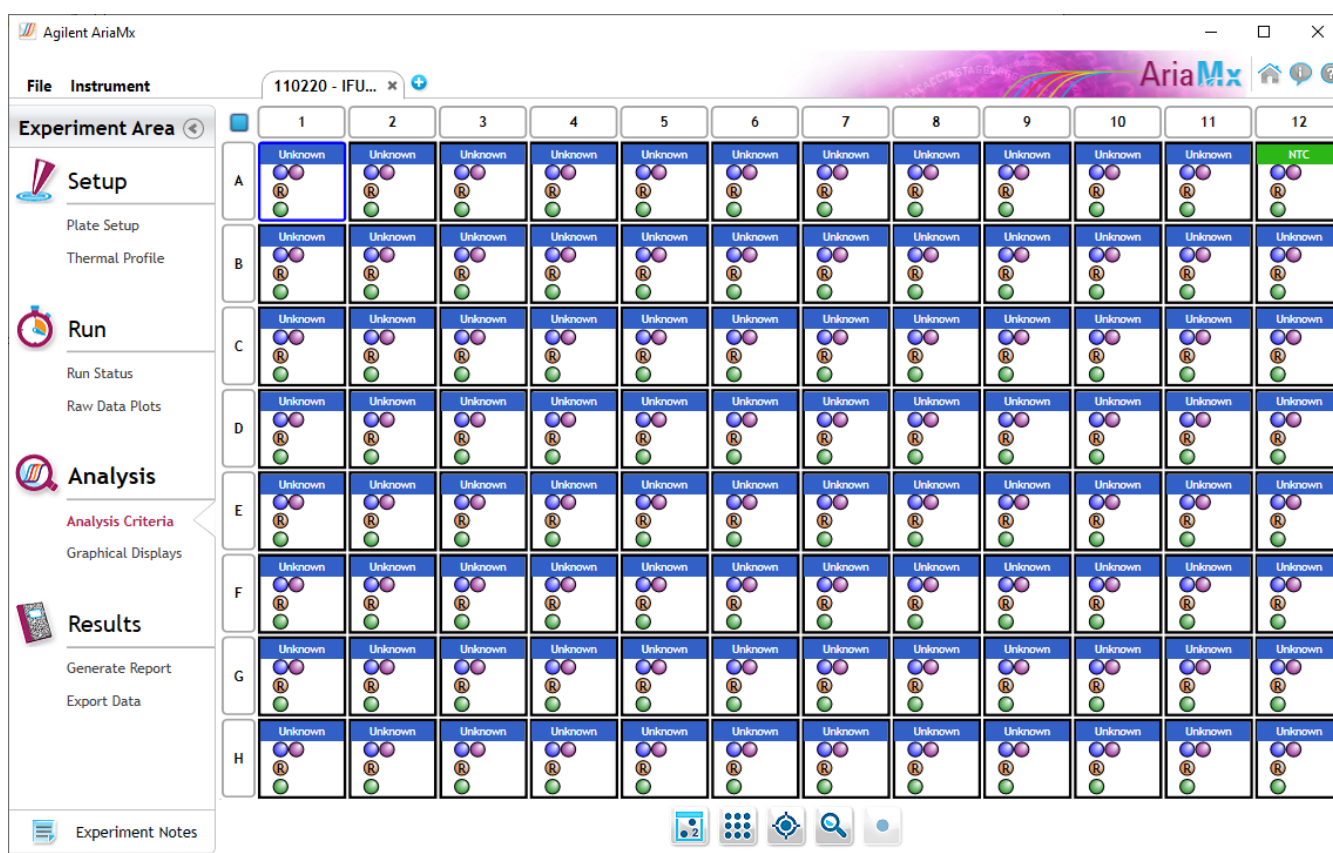

Figura 19 Schermata Aria Analysis Criteria
- 3 Assicurarsi che tutti i pozzetti, i tipi di pozzetto e i target siano selezionati per l'analisi, come mostrato nella **Figura 19**.